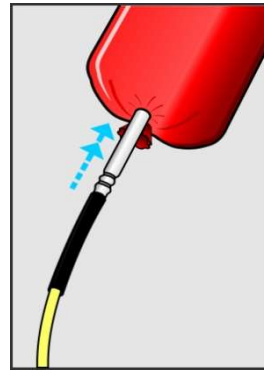
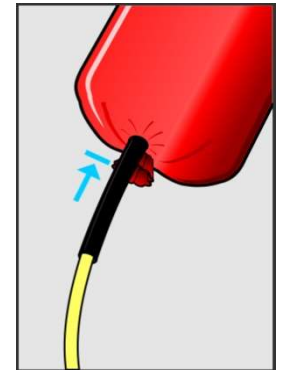

Abb. 4-3
Abb. 4-4
3. Stelle sicher, dass der Zünder korrekt in die Patrone eingeführt ist. Die komplette Länge der Sprengkapsel muss in die Patrone eingeschoben werden (Abb. 4-3, Abb. 4-4).